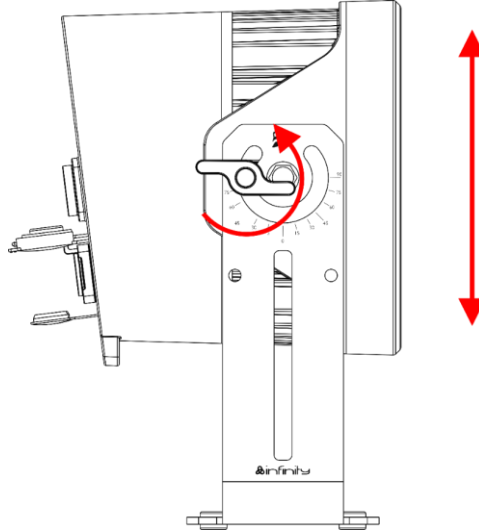

Fig. 06
- 01) Gire los 2 **tornillos de ajuste (02)** en sentido antihorario para aflojarlos.
- 02) Incline el dispositivo hasta el ángulo deseado (Fig. 06).
- 03) Gire los 2 **tornillos de ajuste (02)** en sentido horario para apretarlos. Asegúrese de que la unidad no se pueda mover libremente después de haber apretado los 2 **tornillos de ajuste (02)**.